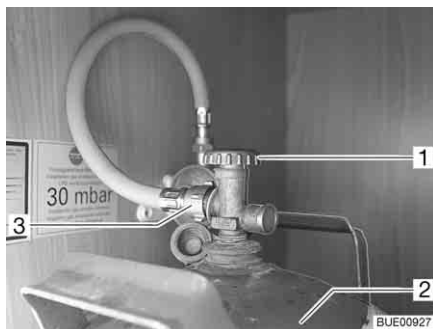

Fig. 113 Compartiment à gaz
- Fermer le robinet principal (Fig. 113,1) de la bouteille de gaz (Fig. 113,2). Observer le sens de la flèche.
- Dévisser à la main la lyre (Fig. 113,3) de la bouteille de gaz (filetage à gauche).